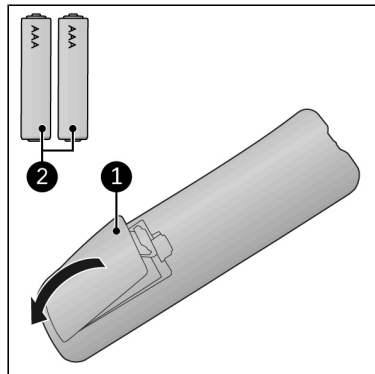

Figure 62.
1. Retirez le couvercle (Figure 62, pos. 1).
3. Insérez deux piles (AAA 1,5 V) (Figure 62, pos. 2) comme indiqué dans le compartiment. Veillez à insérer les piles correctement.